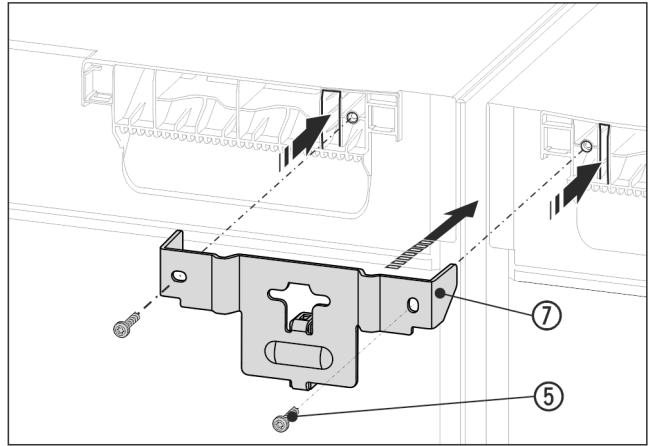

Fig. 13 Représentation à titre d'exemple
- Pousser l'équerre Fig. 13 (7) avec l'entretoise entre les appareils avec les languettes dans le plafond de l'appareil. Serrer fermement avec 2 vis Fig. 13 (5).